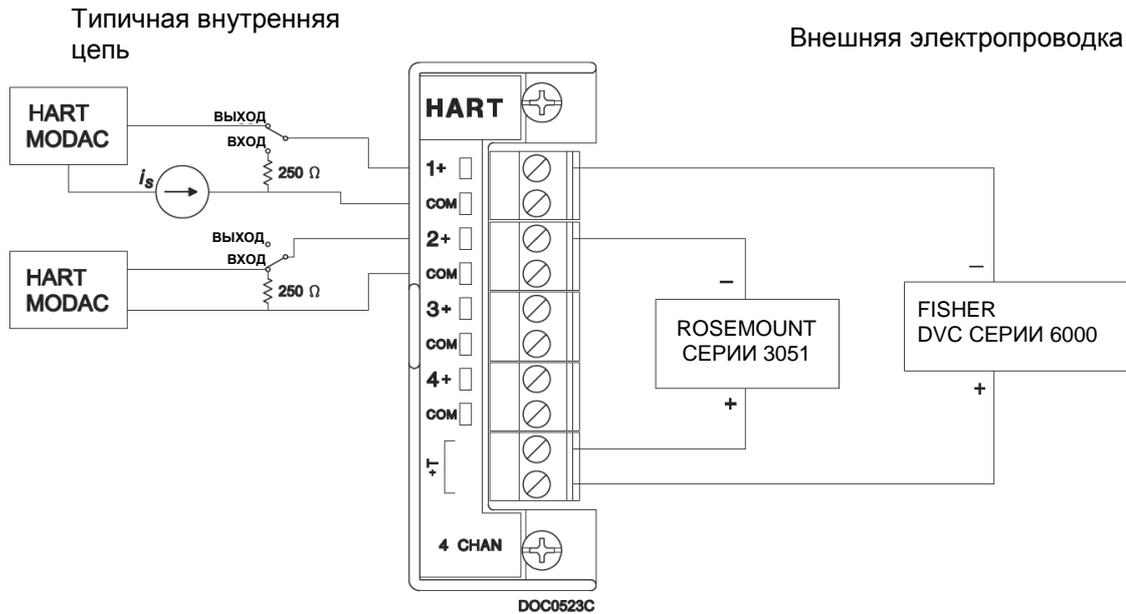

Рис. 4-32. Внешняя электропроводка модуля HART
Переключатели на плате модуля служат для выбора режима канала – как аналогового входа (IN) или как аналогового выхода (OUT). Переключатели для каналов 2 и 4 находятся на передней стороне модуля, а переключатели для каналов 1 и 3 – на задней. Для установки переключателя в нужное положение используйте штырь (см. рис. 4-32 и 4-33).